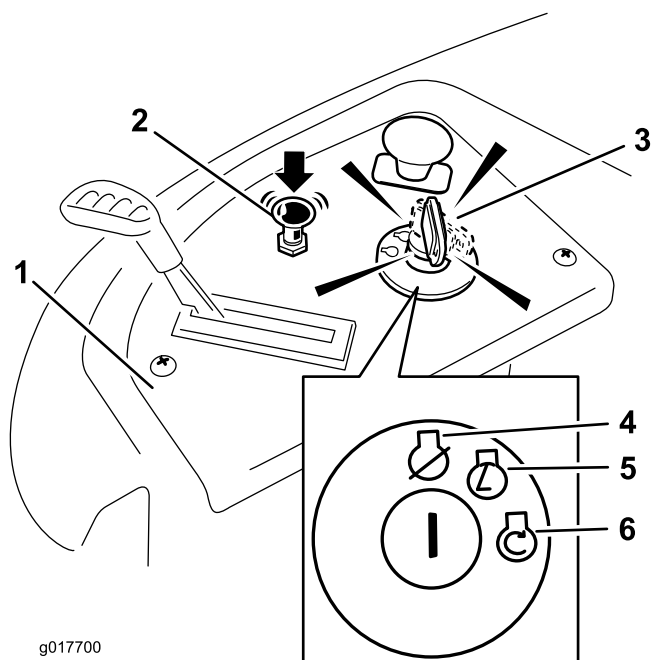

Figure 14
- Tournez la clé de contact en position de démarrage pour activer le démarreur. Relâchez la clé quand le moteur démarre (Figure 14).
- Lorsque le moteur démarre, appuyez sur la commande de starter (Figure 14). Si le moteur cale ou hésite, tirez la commande de starter et faites tourner le moteur quelques secondes. Appuyez ensuite sur la commande de starter. Répétez l'opération si nécessaire.
3. Tournez la clé de contact à la position contact coupé (Figure 14) et enlevez-la.